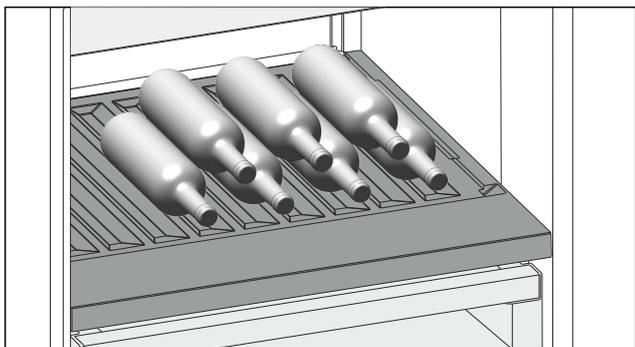

Fig. 123
- Placer les bouteilles avec le fond orienté vers la paroi arrière de l'appareil. (voir Fig. 123)